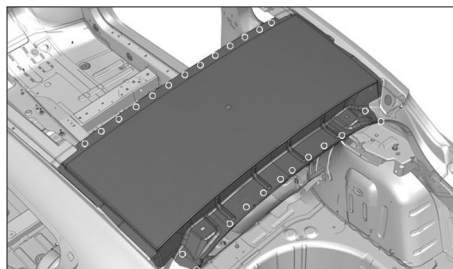

FIG. 141
- par points électriques (Fig.141),